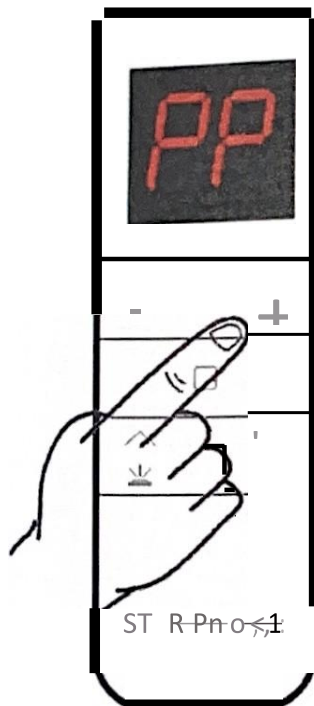

Fig.19
- Kies met de “+” en “-” knoppen kanaal PP Fig.19 en druk daarna onmiddellijk op de toets zoals aangegeven in Fig.20